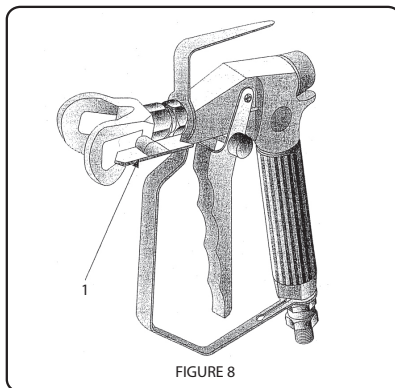

FIGURE 8
- 2 Tournez la manette 180° (n° 1 - figure 8).
- 4 Remettez la sécurité du pistolet. Tournez la manette (n° 1 - figure 8) de 180° pour la ramener en position de pulvérisation.